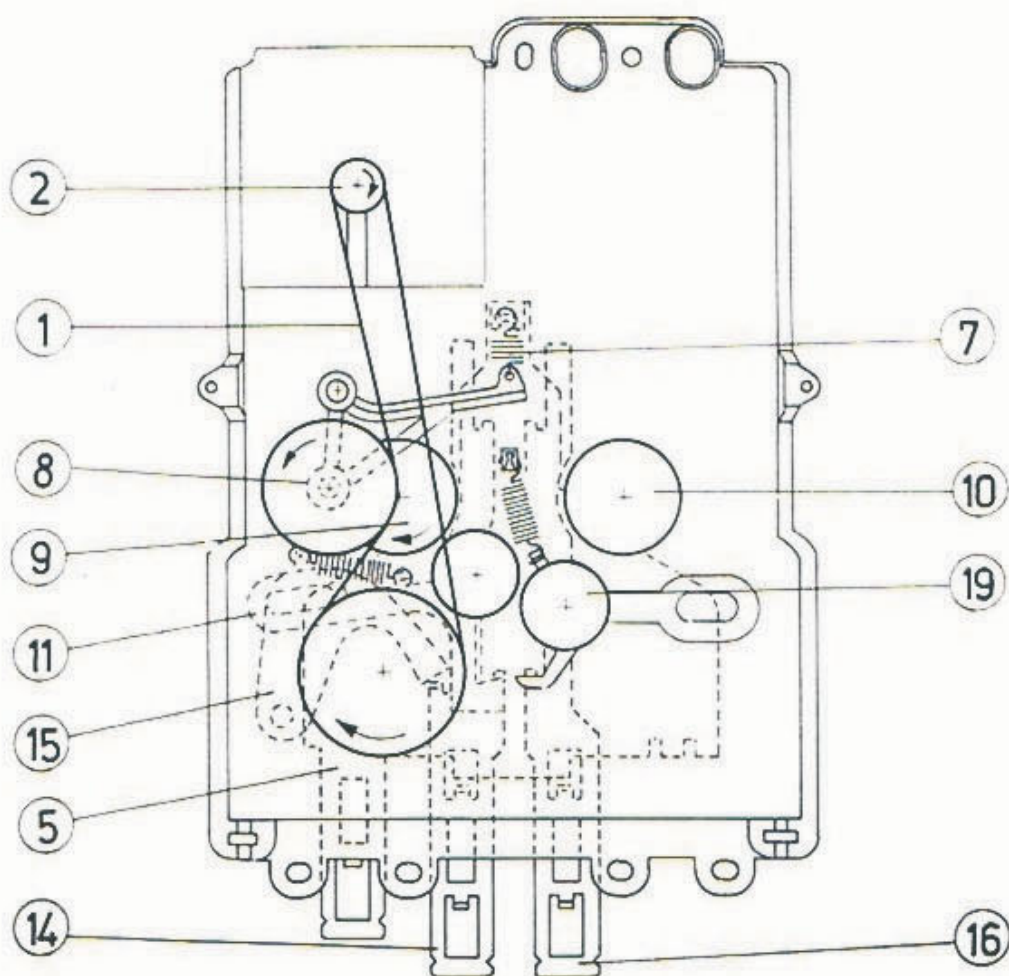

Abb. 7.
Die Funktion der Rutschkupplung ist in Abb. 7 dargestellt. Fehler wirken sich so aus, daß entweder das Band bei der Bandlauf Funktion „Wiedergabe“ nicht
Die Reibräder (12) und (19) des in den Abb. 7/8 gezeigten Umspulgetriebes sind immer zusammen mit den Zugfedern die funktionsbestimmenden Bauelemente für die Funktionen „schneller Vor- und Rücklauf“. Das übertragene Drehmoment ist in jedem Falle $> 70 \text{ pcm}$, eine Justierung ist im Normalfall nicht notwendig. Fehler können nur in einer unbeabsichtigten Überdehnung der an den Hebeln befestigten Zugfedern oder im Kontakt der Reibflächen des Umspulgetriebes liegen (Ölreste an Gummiflächen).